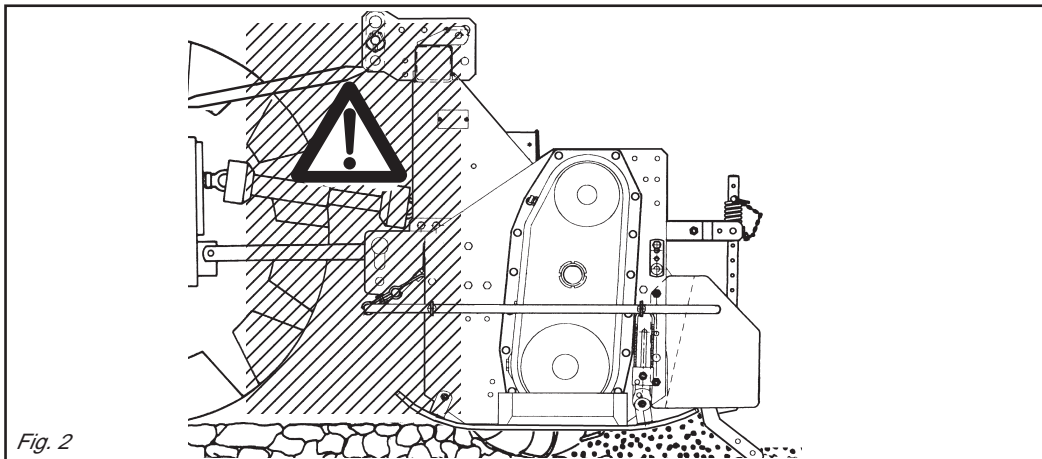

Fig. 2
- 24) Es ist absolut verboten, bei laufendem Motor und eingeschalteter Gelenkwelle zwischen den Schlepper und das Gerät zu treten (Abb. 2). Dazu muß die Feststellbremse gezogen werden und unter die Räder ein Bremskeil oder ein großer Stein gelegt worden sein.
- 24) *Il est absolument interdit de se mettre entre le tracteur et l'appareil (Fig. 2) quand le moteur est en marche et le cardan enclenché, sans avoir tiré le frein de stationnement et bloqué les roues avec une cale ou un caillou.*
- 24) Het is ten strengste verboden zich tussen de tractor en de landbouwmachine te bevinden (fig. 2) wanneer de motor loopt en de cardanas aangekoppeld is, zonder eerst de handrem opgetrokken te hebben en een stuk hout of steen onder de wielen gestoken te hebben om beweging te voorkomen.
- 28) È assolutamente vietato interporre fra il trattore e l'attacco della zappatrice per manovrare il comando dall'esterno per il sollevamento (Fig. 2).
- 28) *It is absolutely forbidden to stand between the tractor and the implement when manoeuvring the lift control from the outside (Fig. 2).*
- 28) Es ist absolut verboten, zwischen den Schlepper und den Anschluß zu treten, um die Aushebung von außen zu betätigen (Abb. 2).
- 28) *Il est absolument interdit de se mettre entre le tracteur et l'attelage pour manoeuvrer la commande de relevage de l'extérieur (Fig. 2).*
- 28) Het is ten strengste verboden zich tussen de tractor en de frees te bevinden om het hefwerktuig vanaf de buitenkant te sturen (fig. 2).